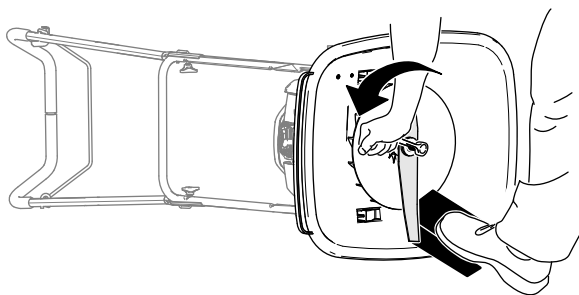

Figur 29
5. Brug skruenøglen, der leveres sammen med maskinen, til at fjerne skærekniven ved at dreje skæreknivsbolten mod uret (Figur 29).